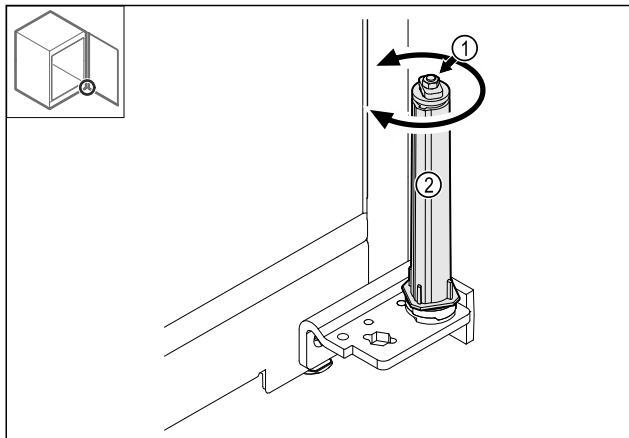

Fig. 40
- ▶ Verschraubung Fig. 40 (1) des Schließsystems nicht zerlegen.
- ▶ Schließsystem Fig. 40 (2) drehen, bis es klickt.